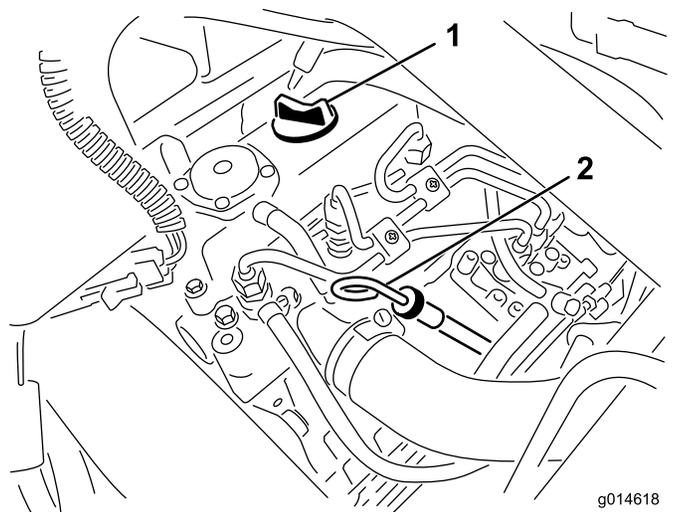

図 28
2. ディップスティックを抜きウェスで一度きれいに拭く(図 28)。ディップスティックを、首の根元までもう一度しっかりと差し込む。首から引き抜いて油量を点検する。油量が足りなければ、バルブカバーについている補給口のキャップを取り、ディップスティックの FULL マークまで **ゆっくりと** 補給する。補給するときはディップスティックで確認しながら少量ずつ入れる **入れすぎないこと。**